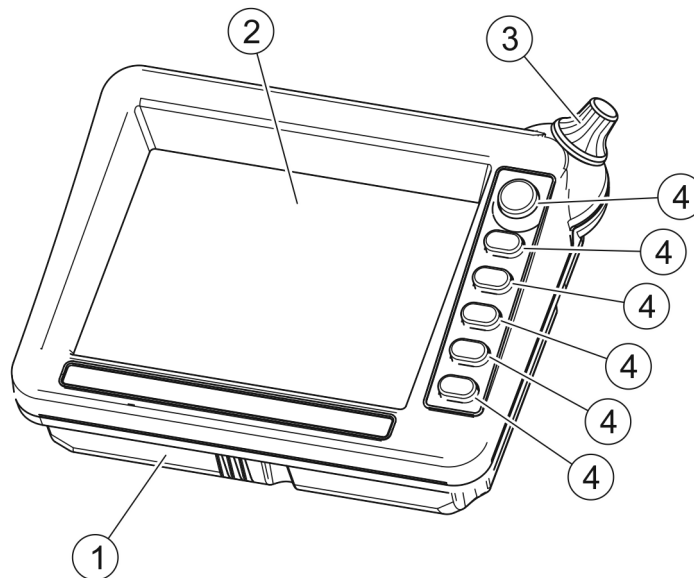

РИСУНОК 3.8 Загальна конструкція панелі керування
(1) - корпус; (2) - LCD рідкокристалічний дисплей; (3) - ручка зміни параметрів;
Панель управління (РИСУНОК 3.8) складається з корпусу (1), рідкокристалічного кольорового дисплея (2), ручки (3) для зміни параметрів і шести функціональних кнопок (4).